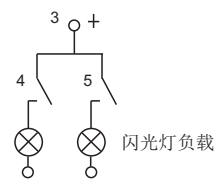

图3
备注：(1) 表中的灯负载指的是非闪光灯负载，当用于闪光灯负载时，须按图3极性要求接线，并须采用特殊AgSnO₂触点，订货标记中客户特性号为(170)；
(2) 触点接线图如下所示：